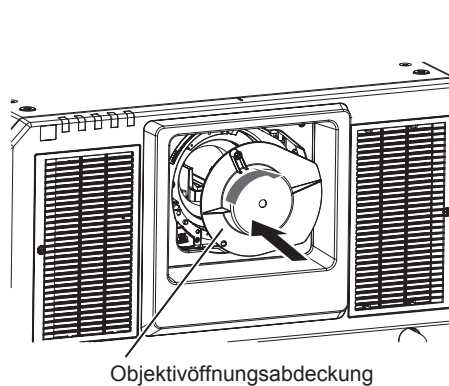

Abb. 2
- 3) **Bringen Sie die mitgelieferte Objektivöffnungsabdeckung an. (Abb. 2)**